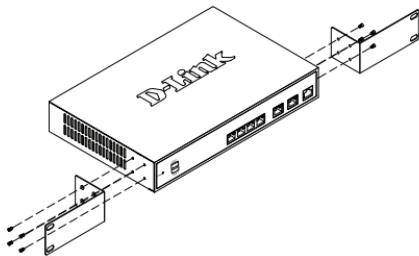

Abbildung 3. Anbringen der Rackbefestigungs-klammern
1. Bringen Sie die Befestigungsklammern an den beiden Seiten des Gehäuses an, wie in Abbildung 3 gezeigt, und fixieren Sie sie mit den mitgelieferten Schrauben.